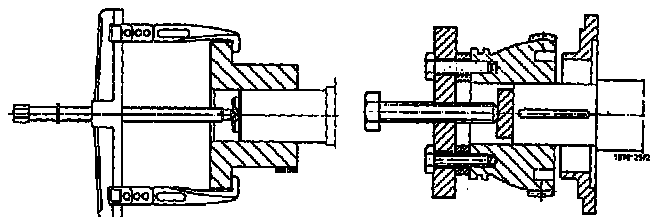

Figura 27 – Extração do cubo do acoplamento
2. Extrair a metade do cubo do acoplamento com auxílio do dispositivo (figura 27).